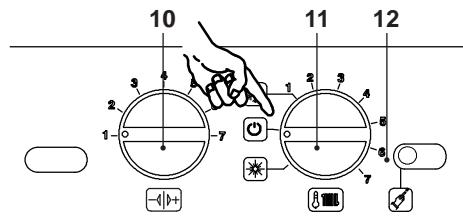

Figura 5.60
- Per uscire dalla programmazione posizionare il selettore di funzione / manopola regolazione temperatura riscaldamento 11 come indicato in Figura 5.60.